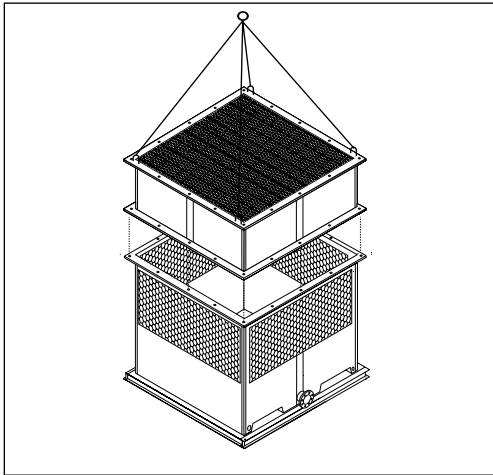

Figura A-8: Instalación de la sección inferior del cuerpo en una torre de un ventilador (RT-D o RTP-D)
- J. **Sólo si su torre es un modelo RT-D O RTP-D:** este modelo incluye una parte adicional al cuerpo llamada Sección Inferior del Cuerpo. Coloque la sección inferior del cuerpo encima de la cisterna, luego atornille y asegure la brida horizontal con la tornillería de acero inoxidable suministrada por REYMSA (ver Figura A-8).